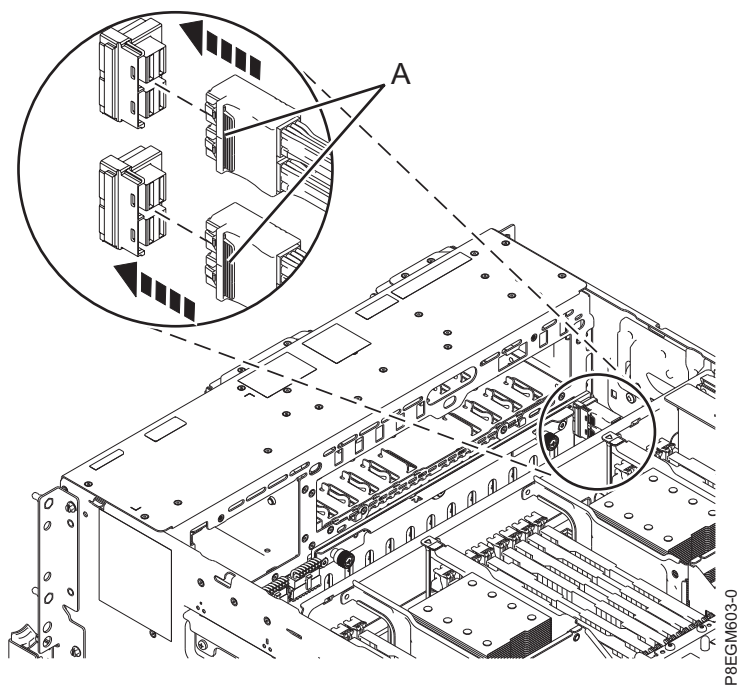

図 17. 前面 SAS ケーブルの再接続
6. 21 ページの図 17 に示すように、前面 SAS ケーブルをディスク・ドライブ・バックプレーンのコネクタ・ポートに再接続します。コネクタの止め金が掛かるまで、ケーブル・コネクタを内部に押し込みます。